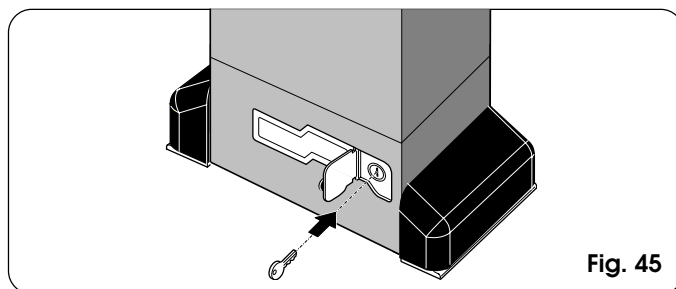

Fig. 45
- 1) Aprire lo sportellino di protezione ed inserire l'apposita chiave in dotazione nella serratura (Fig. 45).